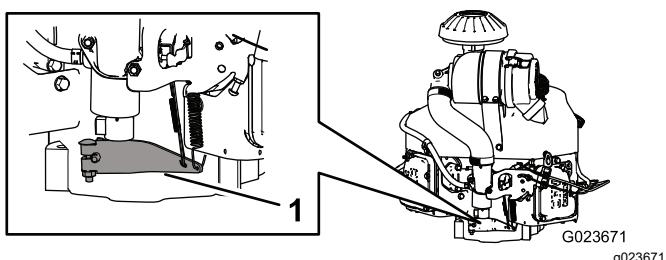

Figure 65
- Poussez le côté ressort du bras du régulateur vers le bas (Figure 65).